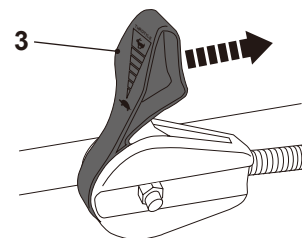

Fig. 22, velocidad aumentada 🐇
- > Mueva la palanca del acelerador (3, 33) hacia el símbolo de la liebre 🐇 para aumentar la velocidad (Figs. 22, 23).